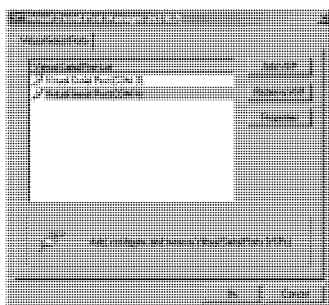

Рис. 11. Окно настройки виртуального последовательного порта (COM 3 и COM 4)
3. Можно настроить виртуальный порт для каждого локального порта на приборе **FC-10ETH** (см. рис. 11).